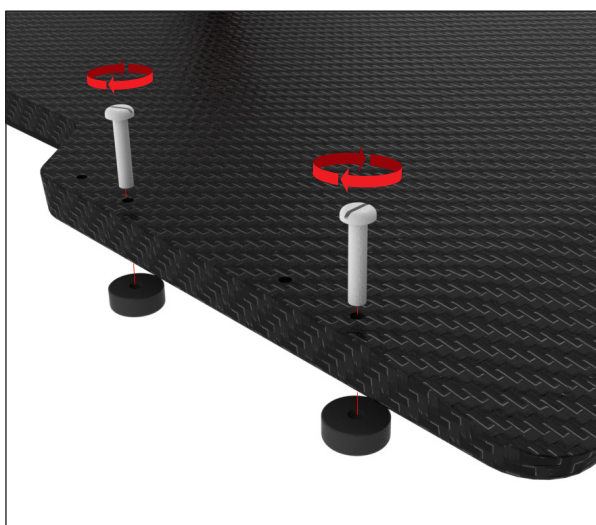

Fig. 18
2. Monter de resterende 2 styreskiver på den modsatte side ligesom de 2 første skiver i de tilsvarende huller vha. ¼-20 x 1 ¼" skruer (1 for hver) (Fig. 18).